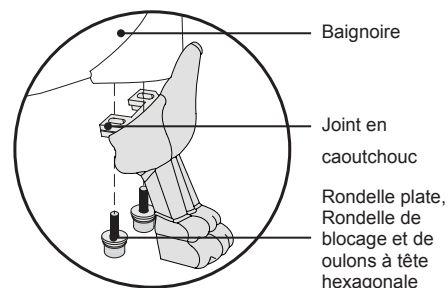

Figure 2. Griffes pieds de montage
- ① Mettez la baignoire à l'envers sur un revêtement de protection et de fixer les quatre pieds griffes (4) de la baignoire (Figure 2).
- ② En utilisant une rondelle plate, rondelle et le boulon à tête hexagonale, fixer les pieds de griffe à la baignoire. Répétez cette étape pour les trois autres pieds griffes (3).
- ③ Une fois tous les quatre (4) pieds ont été installés, utiliser une clé Allen (fournie) et serrer tout le matériel de montage.
- ④ Placez le montant de bain sur la couverture de protection.